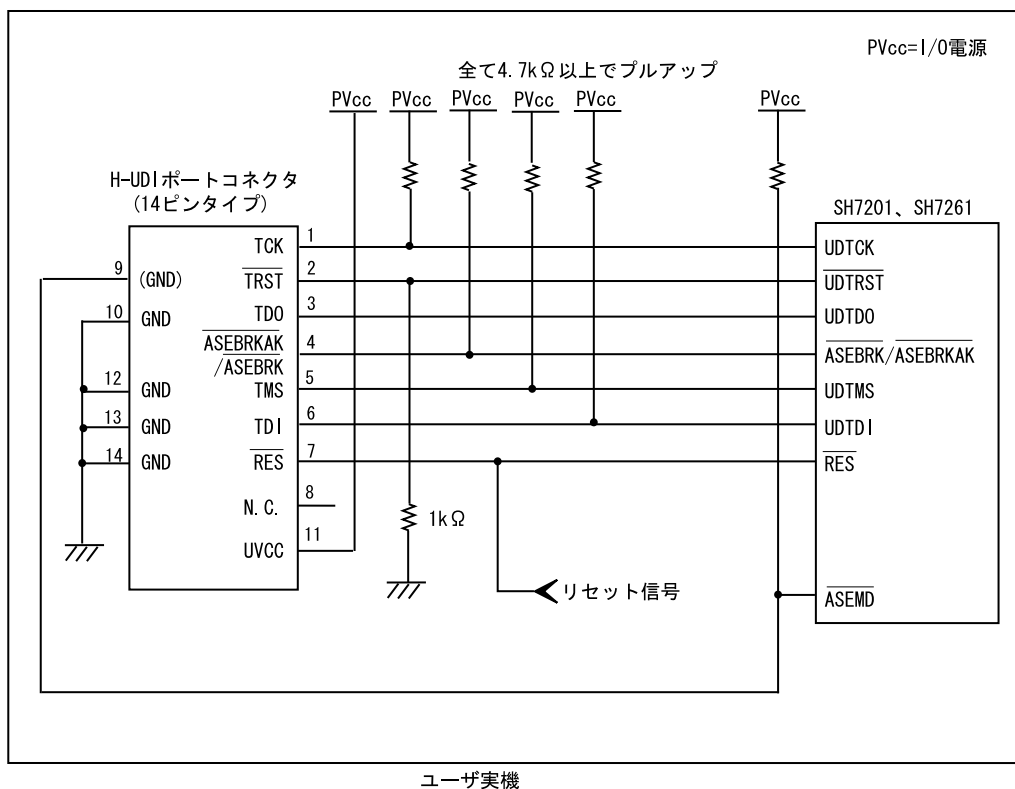

図 1.6 E10A-USB 使用時の H-UDI ポートコネクタ - チップ間の推奨接続例(14 ピンタイプ)
- 図 1.6 の回路を組んだ場合の E10A-USB エミュレータのスイッチ設定：SW2=1, SW3=1